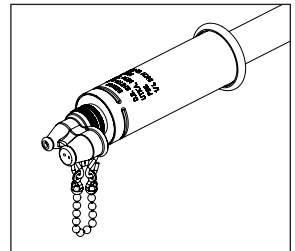

Figura 5.
1. Determine qué patrón de rocío desea. La boquilla tiene la opción de un sólo orificio para un patrón de chorro o la opción de dos orificios para un patrón de abanico. **Ver la Figura 5.**